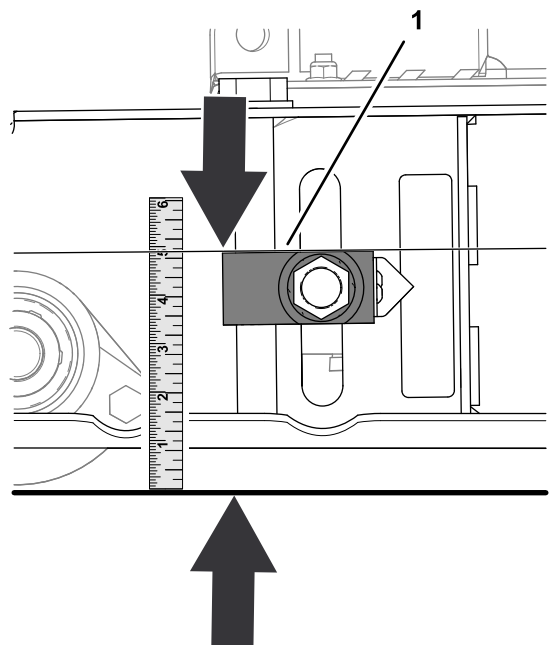

Bild 81
2. Messen Sie den Abstand zwischen der Oberseite der Schnitthöheverstellung und dem Boden (Bild 81).